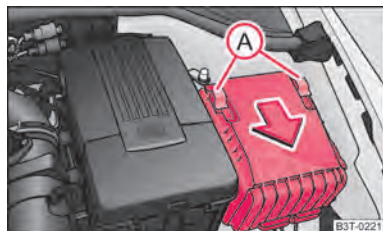

Fig. 199 Cubierta de fusibles en el vano motor
- Retire la tapa de los fusibles en el lado del cuadro de instrumentos con ayuda de un destornillador ⇒ fig. 198, o la tapa de los fusibles en el vano motor ⇒ fig. 199.
- Desplazar el estribo de seguridad (A) ⇒ fig. 199 hasta el tope; detrás del estribo de seguridad aparecerá el símbolo ⚠, retirar la cubierta.